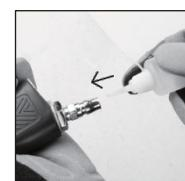

Figura 7
3. Introduceți 2-3 picături de ulei pentru scule pneumaticice în fișă înainte de fiecare utilizare (nu este inclus). (A se vedea figura 7)
- Puneți căteva picături de ulei pentru scule pneumatice în orificiul de admisie a aerului (a se vedea figura 7).